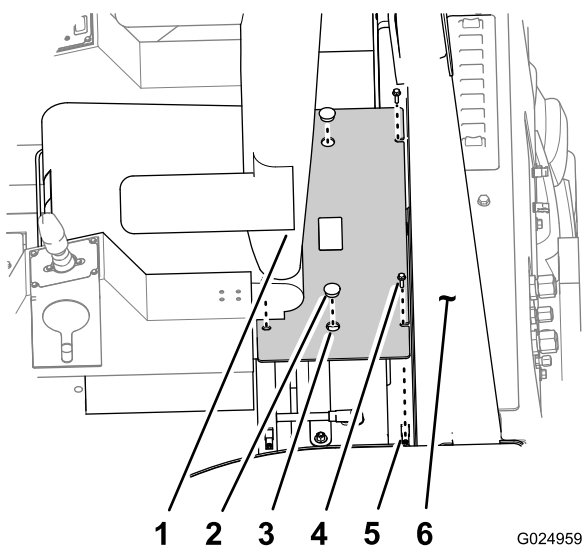

Figure 77
3. Enlevez les 4 boulons qui fixent le couvercle de la batterie à la plate-forme du système ROPS (Figure 77).
1. Alignez les trous des brides de fixation du couvercle de la batterie sur les écrous dans la plate-forme ROPS autour de la batterie (Figure 77).
2. Fixez le couvercle de la batterie à la plate-forme du système ROPS au moyen des 4 boulons (Figure 77).